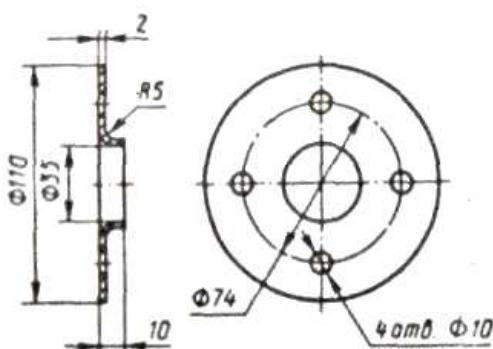

Рис. 32
2. Разработайте процесс изготовления детали (рис. 32) методом холодной листовой штамповки. При выполнении работ следует: установить технологические операции, необходимые для получения детали; определить размеры заготовки, определить вид исходного материала, привести его химический состав и механические свойства. Изобразите схему раскроя и определите коэффициент использования материала; выполните необходимые технологические расчеты; определите технологические зазоры между пuhanсоном и матрицей при вырубке и пробивке; определите коэффициент отбортовки и сделайте вывод о возможности отбортовки; выберите штамп и укажите последовательность выполняемых на нем операций; изобразите схему штампа и опишите его работу; установите способ подачи заготовки в штамп; определите усилия на операциях; приведите схему оборудования и опишите его работу. Материал детали – сталь 10